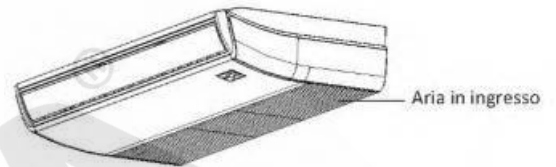

Fig.1
- Aprire la presa d'aria con un cacciavite o qualcosa del genere. (Fig.1)